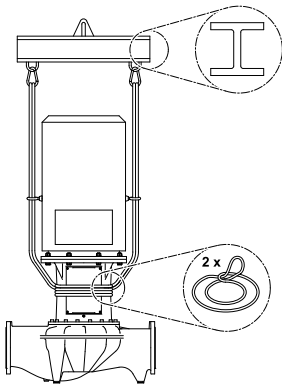

Fig. 32: Fastsättning av lastöglor
- Om pumpen ska lyftas med kran måste den fästas med lämpliga remmar som Fig. 32/33 visar. Placera pumpen i en slinga som dras åt av pumpens egen vikt.